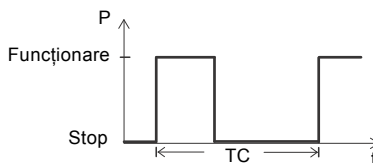

Fig. 9 Funcționarea S3
Funcționarea S3 constă dintr-o serie de cicluri de funcționare identice (TC) fiecare cu o încărcare constantă pentru a perioadă, urmată de o perioadă de repaus. În timpul ciclului nu este atins echilibrul termic. Vezi fig. 9.